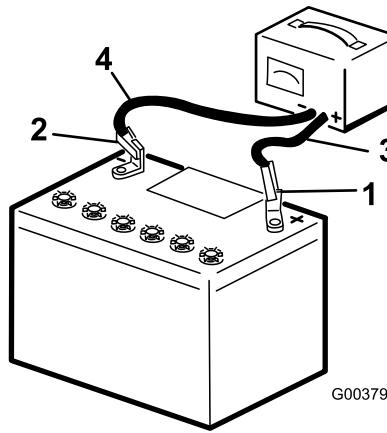

図 70
4. バッテリーのプラス端子にプラスケーブルを接続する 図 70。
5. バッテリーのマイナス端子にマニナスケーブルを接続する 図 70。
7. 充電が終わったら、充電器のプラグをコンセントから抜いてから、充電用のリード線をバッテリー端子から外す図 70。